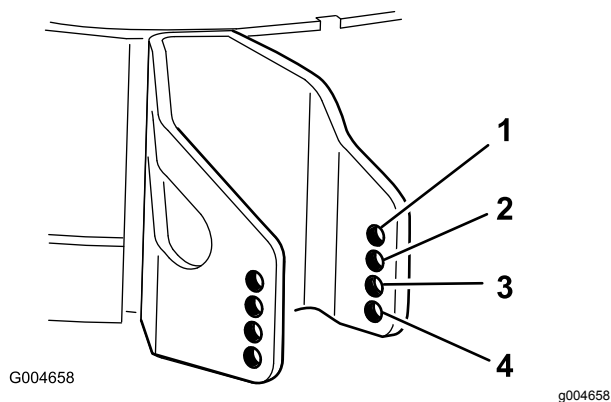

図 46
4. 設定した刈高に一番近い数値の穴を、芝削り防止ローラの取り付け穴とする 図 46。